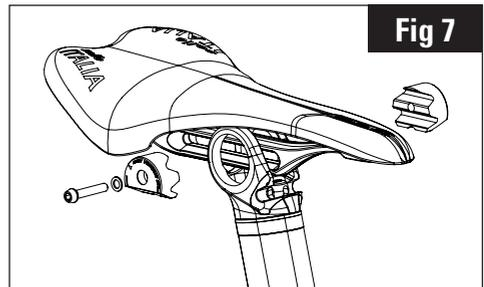

Fig 7
3. Avvicinare le due flange superiori (12) e avvitare la vite senza serrare. (Fig.7)